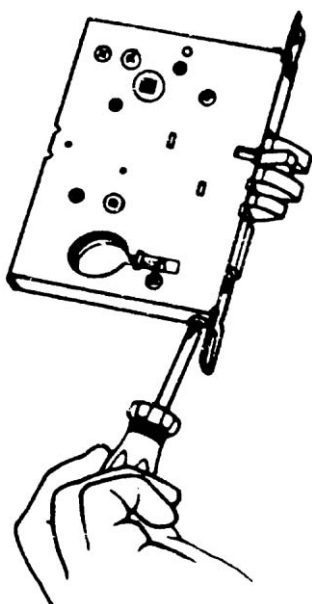

Рис. 6.29. Регулировка положения скошенной защелки с помощью отвертки
7. Отрегулировать скошенную защелку, ослабив два винта в верхней и нижней частях корпуса замка. Поставить лицевые планки под требуемым углом и завинтить винты (рис. 6.29).